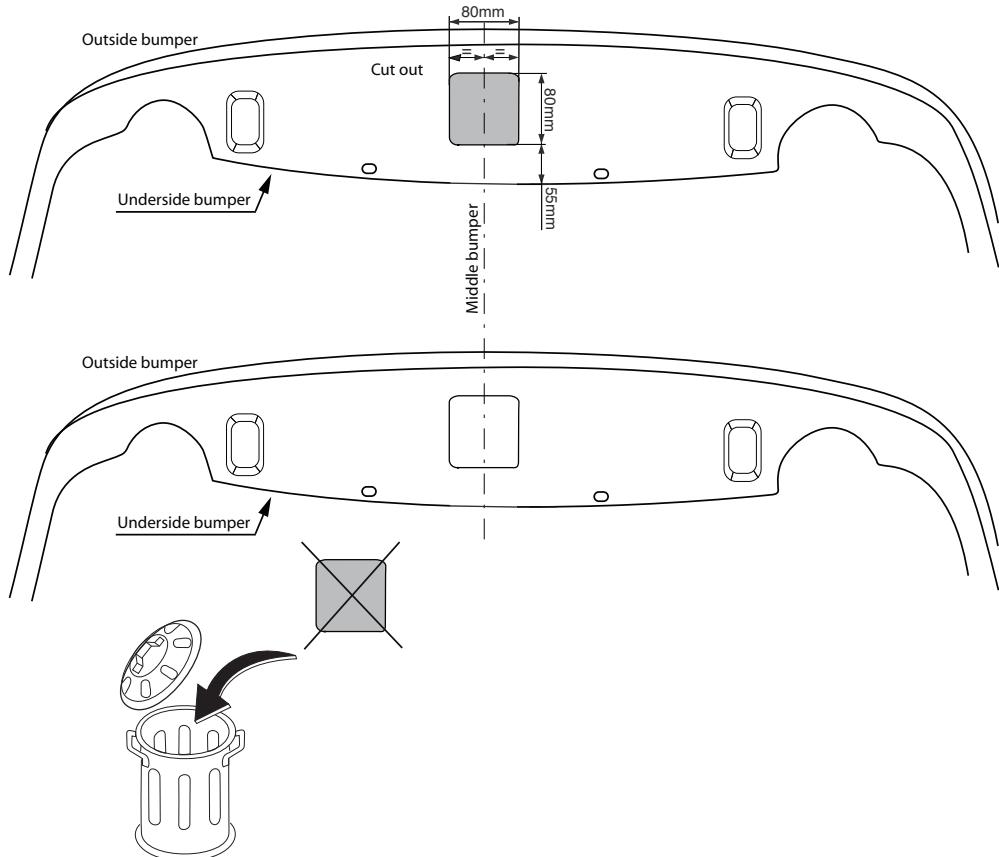

Fig. 2
- Выпилить часть из бампера в середине снизу, как указано на рис.2.